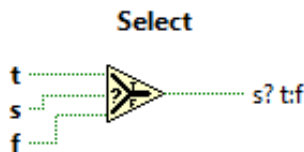

Figura 23. *Select*.
Esta herramienta recibe dos datos los cuales los compara con la condición que le establecemos, si la condición se cumple seleccionara el valor verdadero (T) de lo contrario selecciona el valor Falso (F), Ver *Figura 23*.